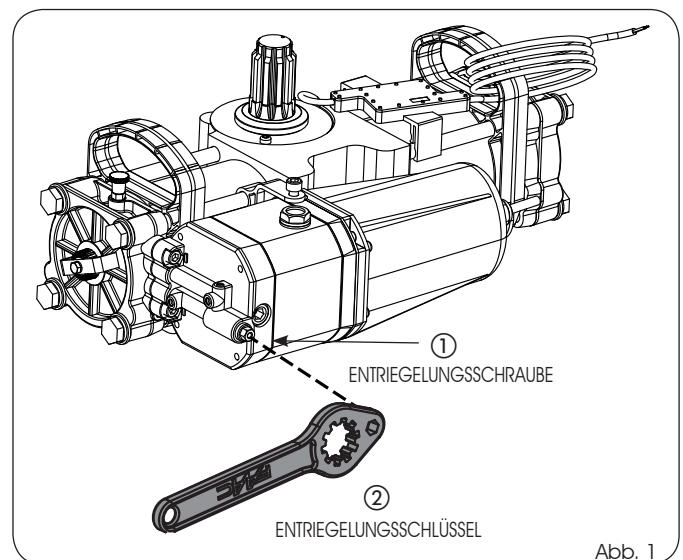
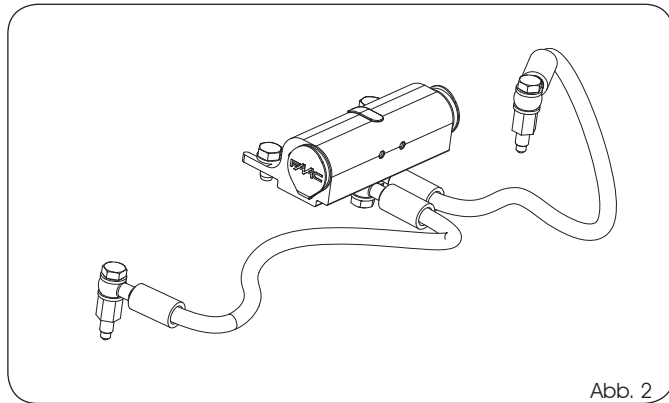

Abb. 1
Abb. 2
- 2) Die Entriegelungsschraube (Abb.1, ①) betätigen (in Ermangelung des Hebels den mitgelieferten Sechskantschlüssel (Abb.2, ②) einsetzen):
Als Optional ist für den Antrieb eine hydraulische manuelle Notentriegelung vorhanden (Abb. 2).